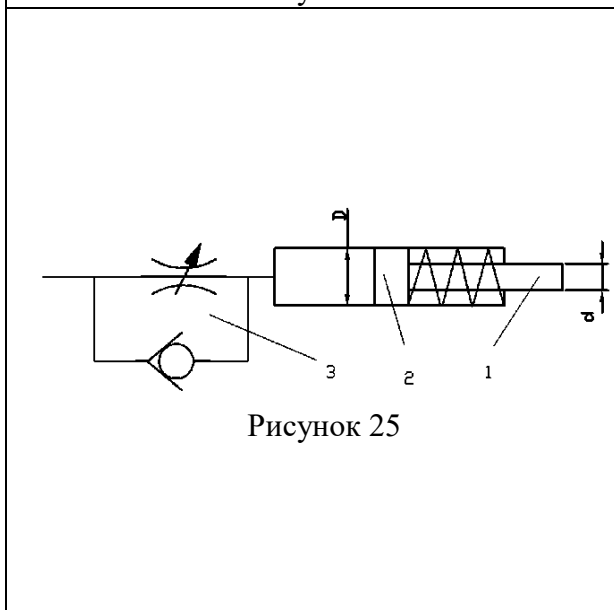

Рисунок 25
28. Гидравлическое реле выдержки времени (рис. 25) с диаметром  $D = 40$  мм поршня 2 срабатывает при перемещении штока 1 вверх на длину  $l = 10$  мм. Определить, на пропуск какого расхода масла необходимо настроить гидродроссель 3, чтобы реле сработало